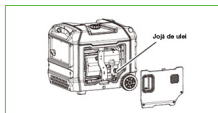

Fig.1
- Slăbiți butonul capacului exterior din partea dreaptă și îndepărtați capacul. (Fig. 1)
- Slăbiți butonul capacului exterior din partea dreaptă și îndepărtați capacul. (Dacă aceasta este prima pornire, capacul ar trebui să fie deja îndepărtat de la pasul anterior. În caz contrar, efectuați mai întâi procedura prezentată în Fig. 1 de mai sus.)